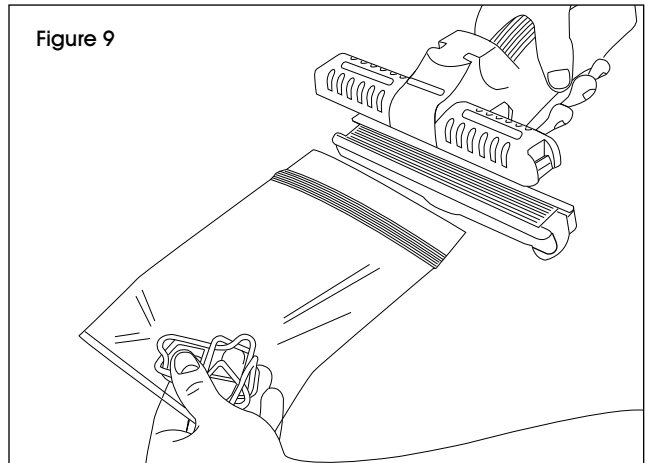

Figure 9
5. Release the handle and remove the sealed bag. (See Figure 9)
5. Relâchez la poignée et retirez le sac scellé. (Voir Figure 9)